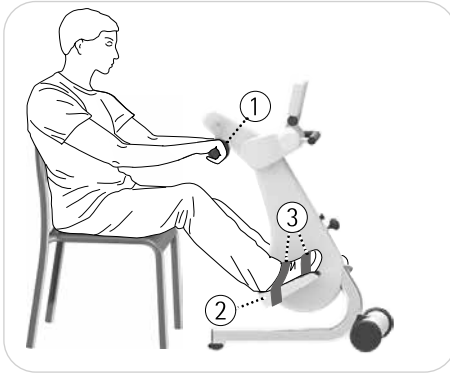

Abb. 5.21
siehe Abb. 5.21
siehe Abb. 5.21, 5.22 Fixieren Sie nun Ihre Füße mit den Klettverschlüssen ③.